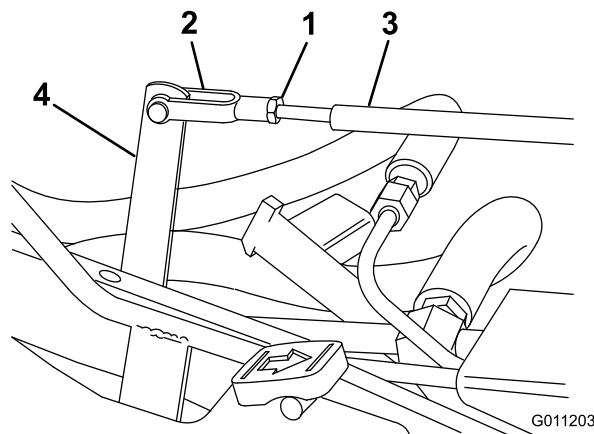

Figure 42
3. Déplacez le levier de réglage à la main pour mettre les pédales de tonte et de relevage au même niveau, puis réglez la chape sur la tige de commande de manière à aligner le trou de la chape et celui du levier de réglage (Figure 42).